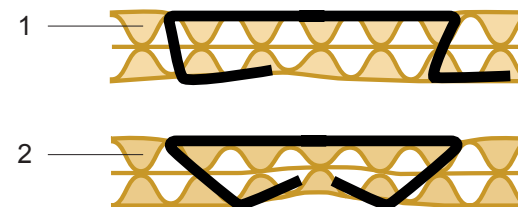

Fig. 10
Chaque pince d'agrafage est soigneusement vérifiée avant la livraison. En raison d'une utilisation peu soignée au cours de l'utilisation, il est possible que l'enclume doive à nouveau être ajustée. Un agrafage incorrect (Fig. 10/1) peut alors survenir.
- Effectuer un test d'agrafage dans un morceau de carton. Lorsque l'enclume est correctement ajustée, l'agrafage doit avoir la même allure que la Fig. 10/2.